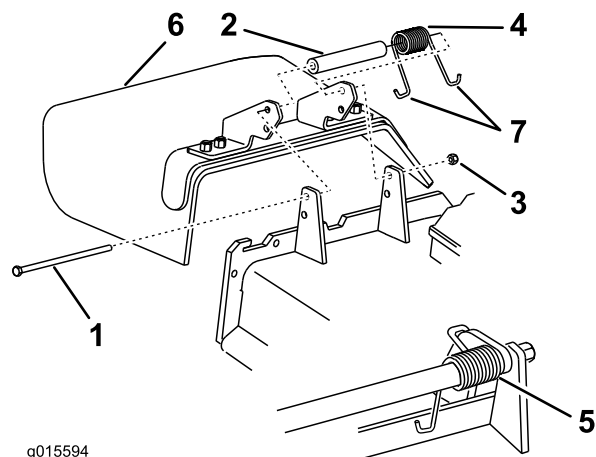

Figura 88
Nota: Asegúrese de colocar un extremo en **J** del muelle detrás del reborde de la carcasa antes de instalar el perno, según se muestra en Figura 88.
- Instale el perno y la tuerca. Coloque un extremo en **J** del muelle alrededor del deflector de hierba (Figura 88).
- Retire la contratuercas, el perno, el muelle y el espaciador que sujetan el deflector a los soportes de pivote (Figura 88). Retire el deflector de hierba dañado o desgastado.